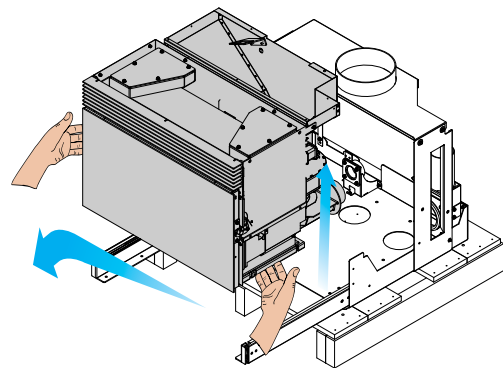

Abb. 6.1.6
- 6) Heben Sie den Ofeneinsatz an und entfernen Sie ihn von den Schienen der Stützkonstruktion (Abb. 6.1.6);